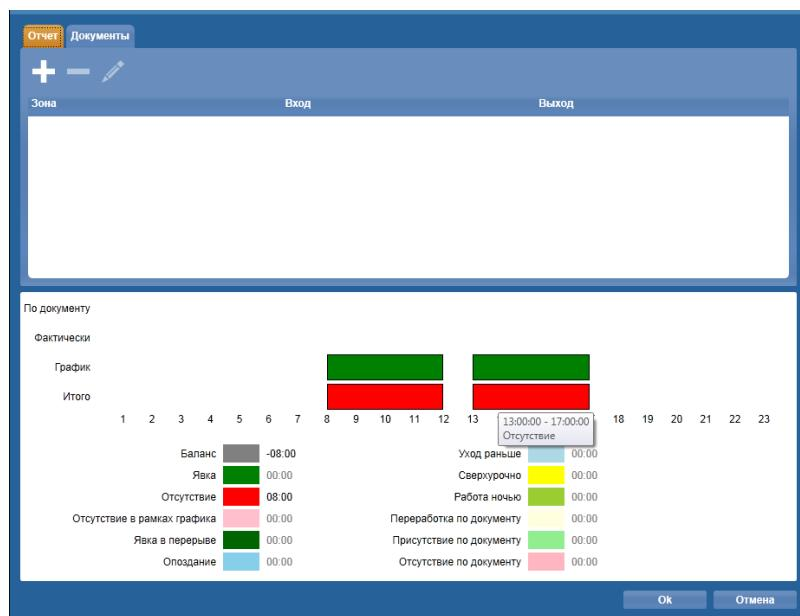

Рисунок 56. Окно Время сотрудника. Отсутствие
- Отсутствие** - данный интервал формируется в случае несовпадения интервалов «Графика» со значениями интервалов «Фактического графика» или со значениями интервалов графика «По документу». Исключением являются случаи опоздания/уход раньше, а также случаи включенного параметра «учитывать только первый и последний вход» (См. Графики работы). Количество часов отсутствия из интервалов «Итого» записываются в значение «Отсутствие» (Рис. 56).